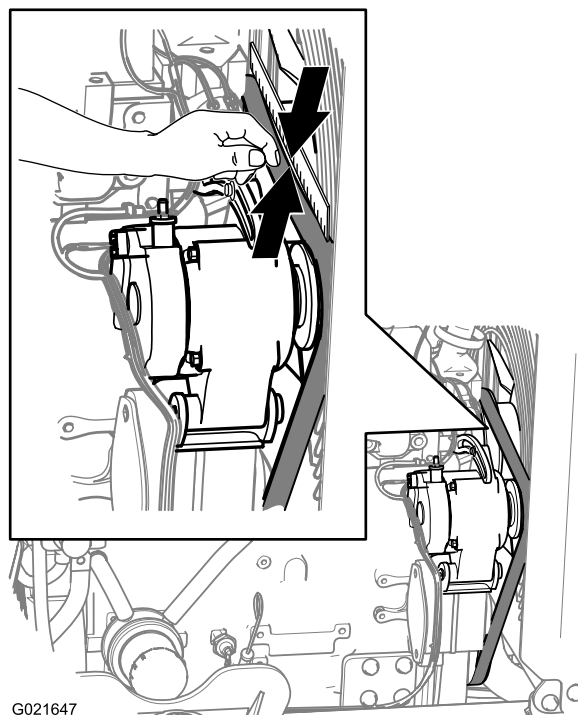

Figure 85
2. Posez une règle sur la courroie d'entraînement entre les poulies comme l'indique la Figure 85.
3. Appuyez au milieu de la courroie entre la poulie du ventilateur et la poulie de l'alternateur comme l'indique la Figure 85.